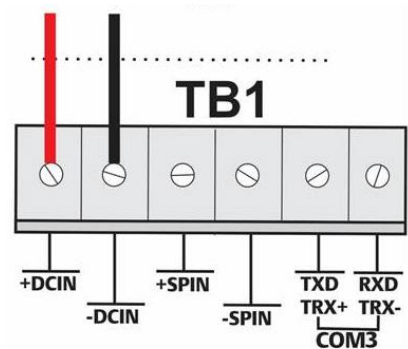

图8. 接线至直流电源
- 将每条裸露的线头插入适当的连接器，并固定电线（请参阅图8）。